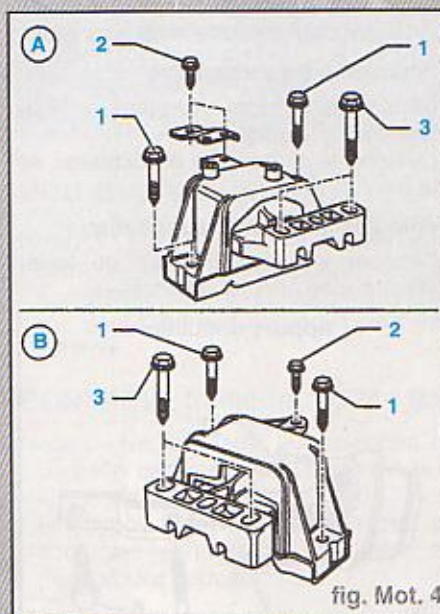

fig. Mot. 4
- Déposer le palier de moteur **-A-** et le palier de boîte de vitesses **-B-**. A cet effet, dévisser les vis **-1- à -3-** (fig. Mot. 4).